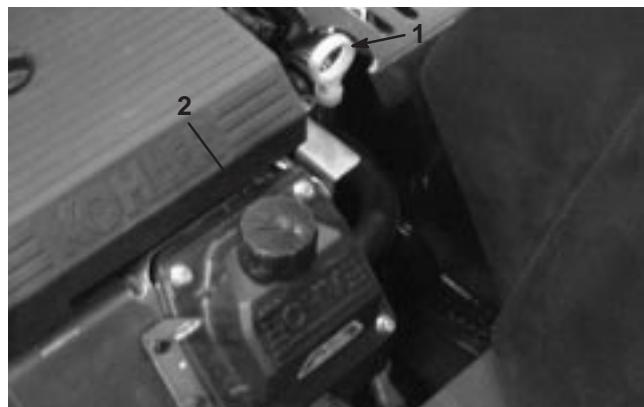

Figure 44
3. Nettoyez la surface autour de la jauge d'huile (Fig. 44) pour éviter que des impuretés ne s'introduisent dans le goulot de remplissage, ce qui risquerait d'endommager le moteur.
5. Versez lentement environ 80% de la quantité d'huile spécifiée dans le goulot de remplissage (Fig. 44) (voir Entretien de l'huile moteur, page 36).